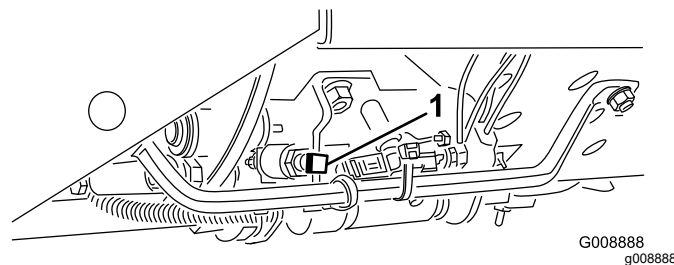

Figura 20
**Importante:** A velocidade de corte vem definida desde a fábrica e é de 9,7 km/h. Pode ser aumentada ou diminuída ajustando o parafuso da velocidade (Figura 20).